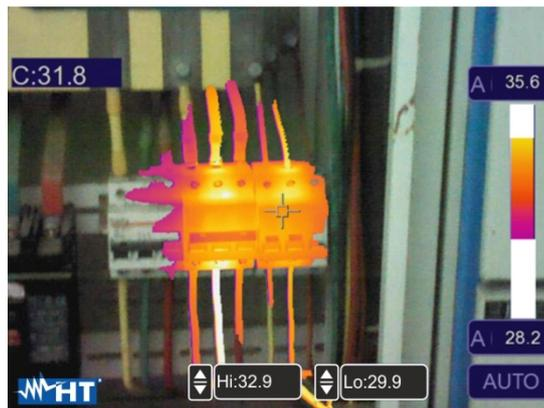

Fig. 40: Selezione Zona visibile
- Clique em "Hi" na parte inferior do ecrã e clique nas teclas ▲ ou ▼ para definir o valor do limite máximo de temperatura além do qual o instrumento mostra os pontos da imagem em vermelho e os pontos restantes em cinzeno (ver Fig. 40)
- Clique no símbolo “” para definir o valor do limite máximo de temperatura além do qual o instrumento mostra os pontos da imagem em vermelho e os pontos restantes em cinzeno (ver Fig. 40)